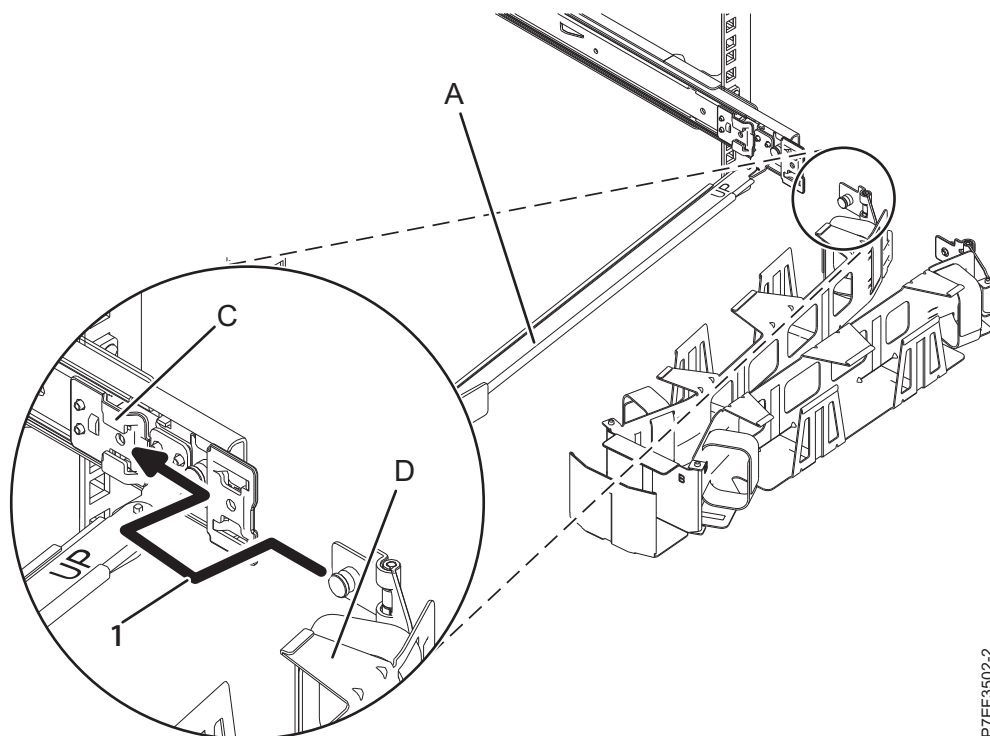
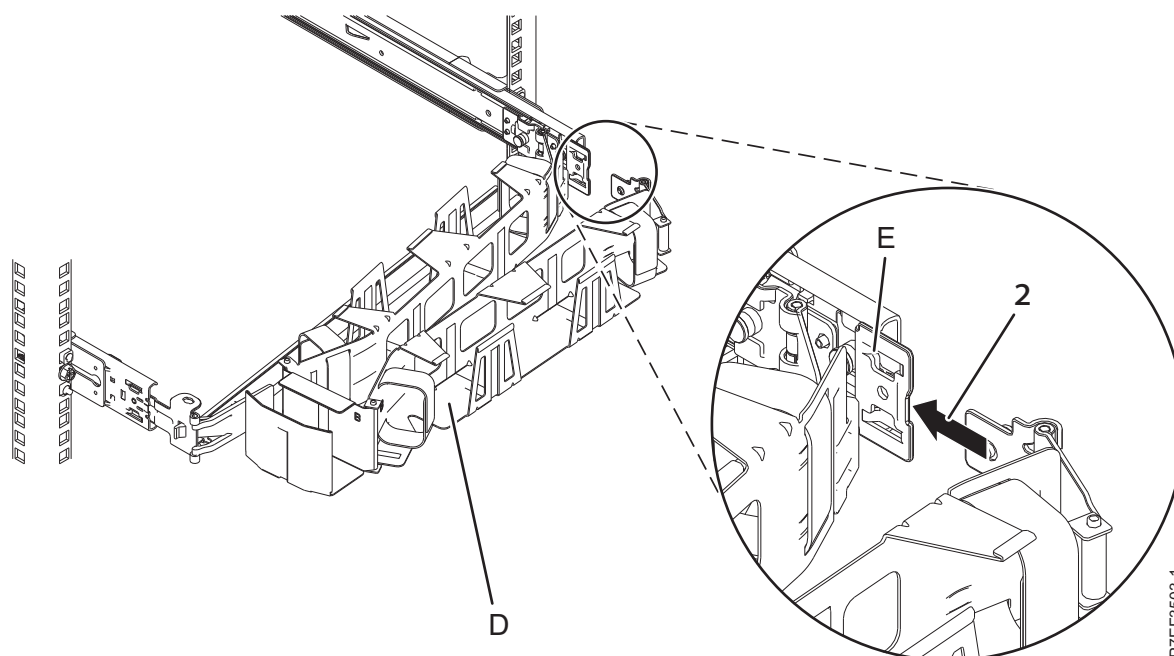

Figura 15. Deslizando a guia do suporte para organização de cabos no slot de suporte de montagem
Figura 16. Deslizando a outra guia do suporte para organização de cabos no suporte de extensão
7. Coloque o suporte para organização de cabos (**D**) no braço do suporte (**A**). Deslize a primeira braço de gerenciamento de cabo guia no slot no suporte de montagem (**C**). Empurre a guia até que a trava com mola se encaixe no lugar. Deslize o outro braço de gerenciamento de cabo guia no suporte de extensão (**E**) no lado externo do trilho deslizante da direita (2). Empurre a presilha até que a trava com mola se encaixe no lugar. Para obter detalhes, consulte Figura 15 na página 11 e Figura 16 na página 11.